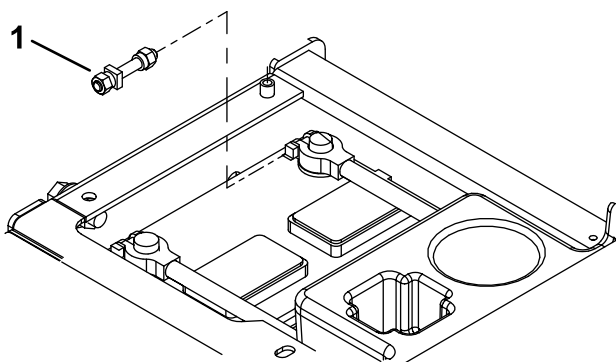

Figura 9
12. Montate senza serrare il nuovo bullone del morsetto/vite prigioniera di terra della batteria (Figura 9)